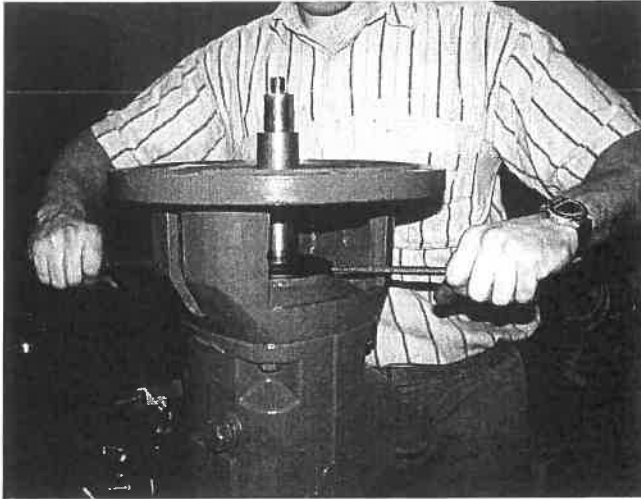

Figura 13
- Sfilare assialmente l'anello lanciaolio (507) con 2 cacciavite (vedi Figura 13).